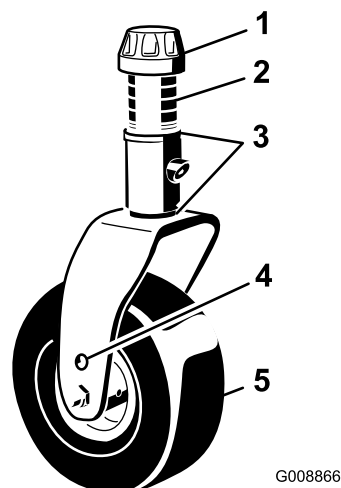
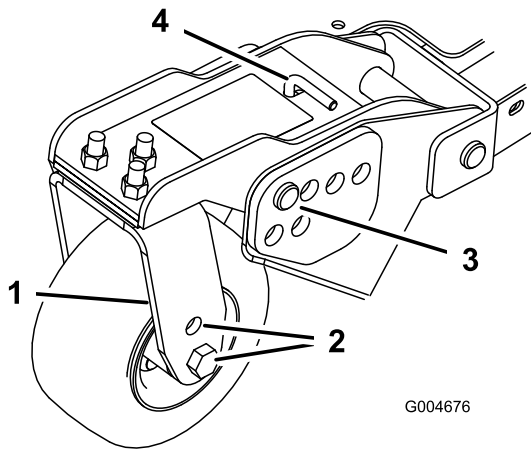
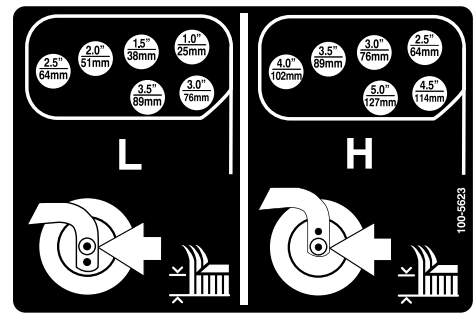

Figura 21
Figura 23
Figura 24
1. Coloque os eixos da roda giratória nos mesmos orifícios em todas as forquilhas da roda giratória (Figura 21 e Figura 23).
2. Retire a tampa de tensionamento do eixo roscado e desloque o fuso para fora do braço da roda giratória (Figura 21).
- Retire o perno de gancho e os pinos de segurança dos braços articulados da roda giratória (Figura 23).
- Rode a barra tensora para levantar ou descer o braço articulado, até os orifícios se encontrarem alinhados com os orifícios da altura de corte desejados, na estrutura da plataforma do cortador (Figura 23 e Figura 24).